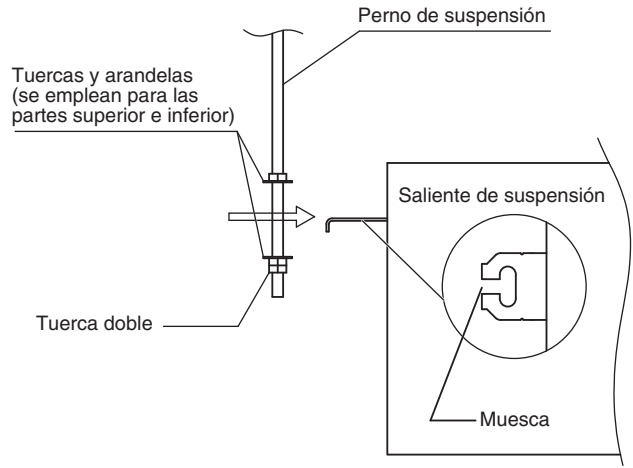

Fig. 3-5
- (3) Enrosque las 3 tuercas hexagonales y las 2 arandelas (adquiridas en el sitio) en cada uno de los 4 pernos de suspensión (Figs. 3-5 y 3-6). Emplee 1 tuerca y 1 arandela para el lado superior y 2 tuercas y 1 arandela para el lado inferior, de modo que la unidad no se caiga de los salientes de suspensión.